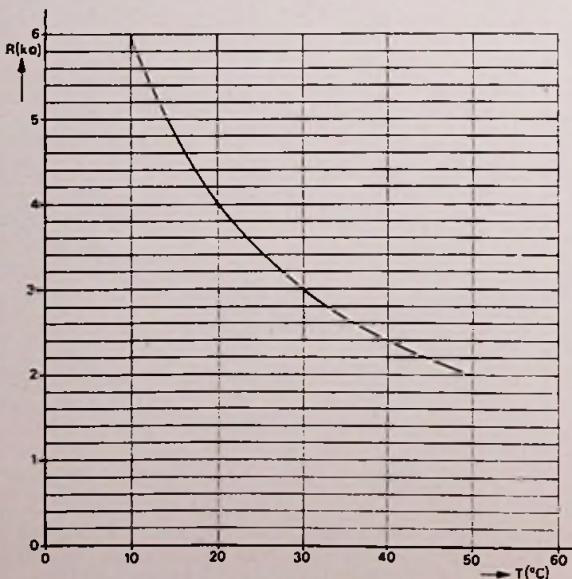
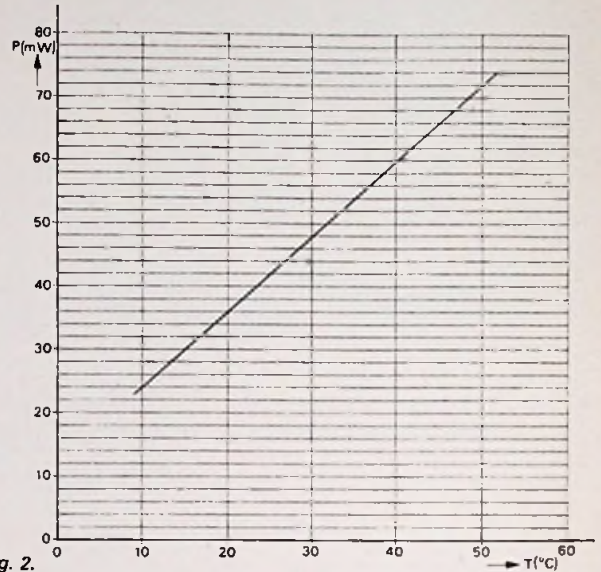

Fig. 1.
Fig. 2.
2. Een NTC-weerstand wordt gebruikt als thermometer. De waarde van de weerstand als functie van zijn temperatuur is in fig. 1 weergegeven.
a. Het opgenomen vermogen is $P = U^2/R = 144/R$. Door de uit fig. 1 afgelezen waarden van R in te vullen verkrijgt men P als functie van T (fig. 2).
b. Het opgenomen vermogen is thans $12 \times 3 = 36 \text{ mW}$. Omdat bij temperatuurevenwicht het opgenomen vermogen gelijk is aan het afgevoerde vermogen is het temperatuurverschil tussen weerstand en omgeving $36 / 3,6 = 10^\circ\text{C}$. De weerstandswaarde is $12 / 3 = 4 \text{ k}\Omega$. Uit fig. 1 volgt nu voor de weerstandstemperatuur $T = 20^\circ\text{C}$. De omgevingstemperatuur is dus $20 - 10 = 10^\circ\text{C}$.
c. De weerstandswaarde is nu $12 / 6 = 2 \text{ k}\Omega$, waaruit volgt dat de weerstandstemperatuur 50°C is (fig. 1). Het vermogen is $12 \times 6 = 72 \text{ mW}$. Het temperatuurverschil met de omgeving is dus $72 / 3,6 = 20^\circ\text{C}$. De omgevingstemperatuur is derhalve $50 - 20 = 30^\circ\text{C}$.